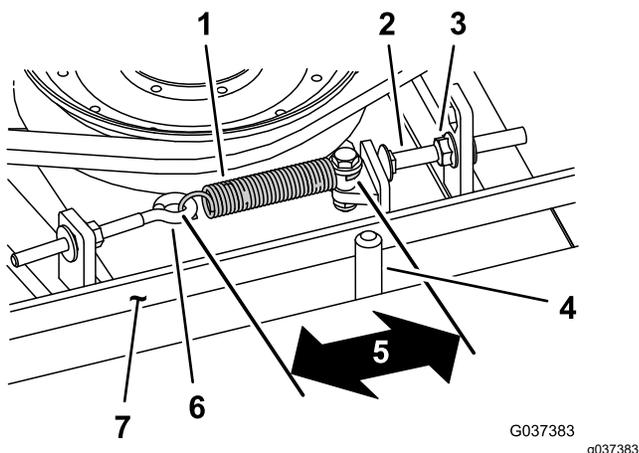

Figura 76
Quando la tensione è corretta, la misura interna della molla di prolunga (da gancio a gancio) deve essere circa 8,3–9,5 cm. Quando la tensione della molla è giusta, regolate il bullone di arresto (bullone a testa tonda) fino ad ottenere un gioco di 2–5 mm tra la testa del bullone ed il braccio di rinvio (Figura 76).
Nota: Verificate che la cinghia si trovi dal lato molla del guidacinghia (Figura 76).
- Allentate il bullone ad occhio per consentire la rimozione della molla di prolunga (Figura 76).
- Allentate il dado flangiato che fissa il bullone di arresto all'aletta di montaggio e spostate la puleggia tendicinghia dalla cinghia per rilasciare la tensione (Figura 76).
9. Collegate la molla di prolunga (Figura 76) al bullone ad occhio e tendete la cinghia come segue: